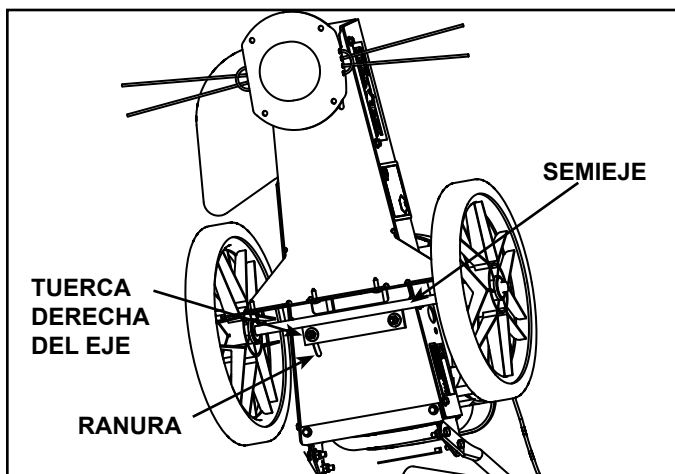

Figura 4.1 - Regulación de la cortadora de césped
1. Afloje la tuerca derecha del eje situada en la parte inferior del dispositivo de recorte directamente detrás del semieje (Figura 4.1).